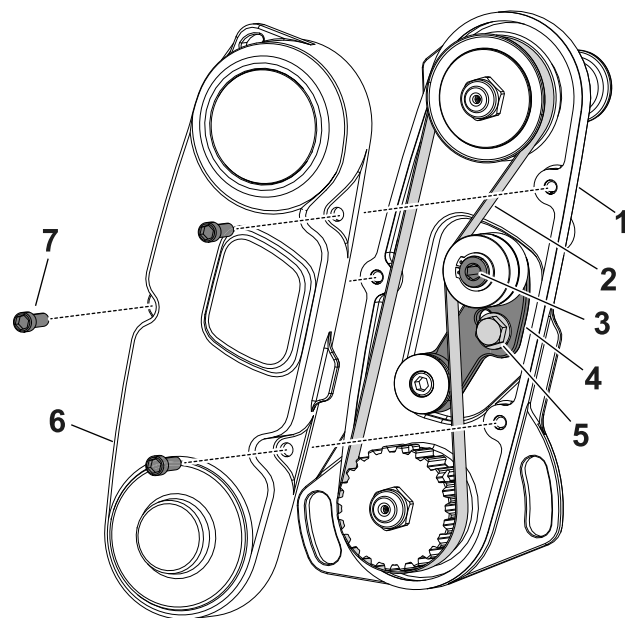

Figura 16
1. Retire la cubierta de la correa para exponer la correa (Figura 16).
2. Afloje el perno del brazo tensor y gire el brazo tensor (Figura 16) para liberar la tensión de la correa.
3. Retire la correa (Figura 16).
6. Instale la correa y tensione la correa aplicando una fuerza de entre 6 y 7 N·m en el hexágono interno del brazo tensor, tal y como se muestra en la Figura 16.